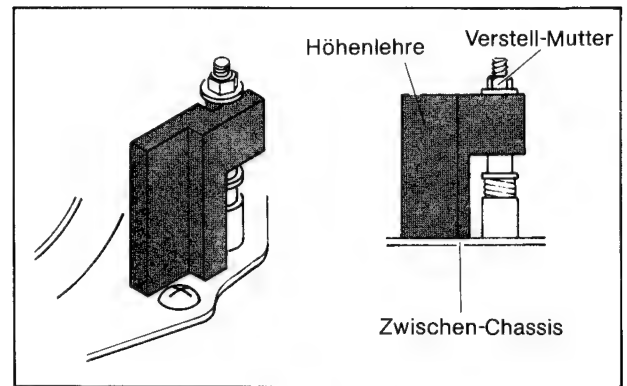

Bild 2-19
1. Mit der Höhenlehre die Einstellung der Führungsbolzen überprüfen (Bild 2-19). Falls notwendig, die Höhe der Bolzen mit der Mutter einstellen.